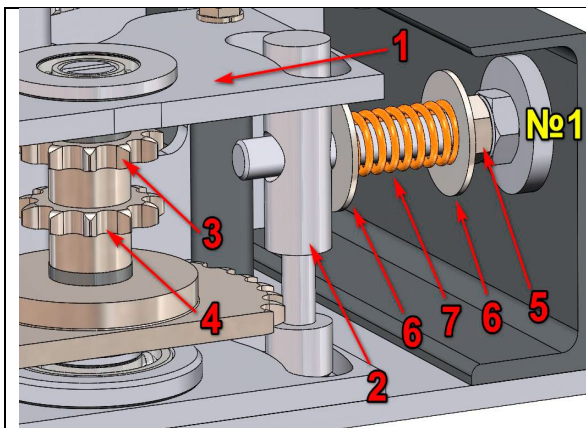

Рисунок 2
- цепь «левая» между редуктором (на звезду верхнюю «3») и звездой на винте на колонне левой. (рис. 2 и 5)
- цепь «правую» между редуктором (на звезду нижнюю «4») и звездой на винте на колонне правой. (рис. 2 и 5)